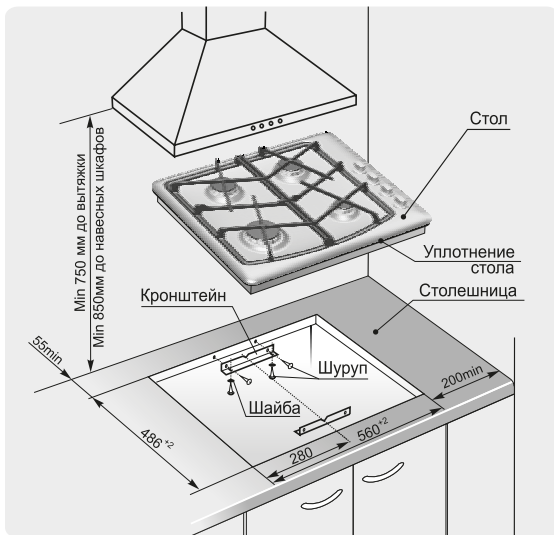

Рис.4 МОДЕЛЬ CH2121
1. Точно разметить на столешнице контур проема под встраиваемый стол в соответствии с рис.4, 5, 6.